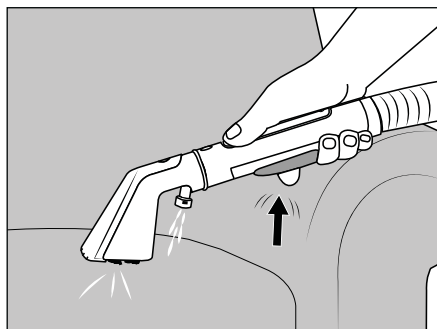

Fig. 6
- ◆ Relevez les poignées de transport ⑮ et transportez l'appareil là où vous en avez besoin.
- ◆ Retirez le flexible de pulvérisation/aspiration ⑮ hors des supports de flexible ⑮/⑮.
- ◆ Glissez le support de flexible ⑮ dans l'appareil.
- ◆ Tenez fermement le flexible de pulvérisation/aspiration ⑮ par la partie poignée.
- ◆ Appuyez sur la touche Marche/Arrêt  ⑨ pour allumer l'appareil.
- ◆ Tenez l'embout meubles ㉒ 2 à 3 cm au-dessus de la zone à nettoyer et actionnez la touche de pulvérisation ㉔ pour appliquer l'eau/la solution nettoyante avec l'embout pulvérisateur ㉕ (voir fig. 6).